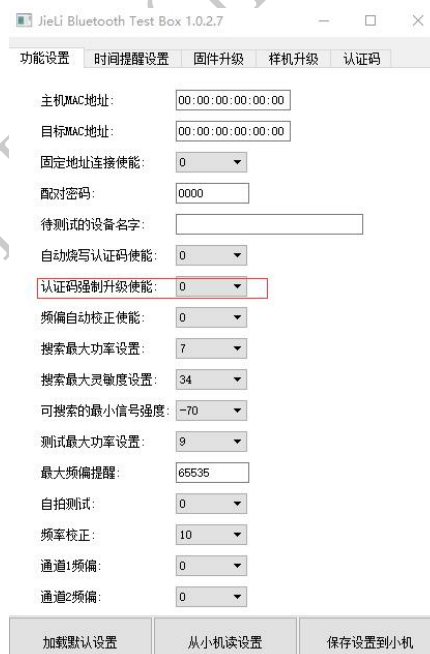

图 5.1.9
- 3) 还原测试盒配置，将下图 5.1.9，配置设置为 0: